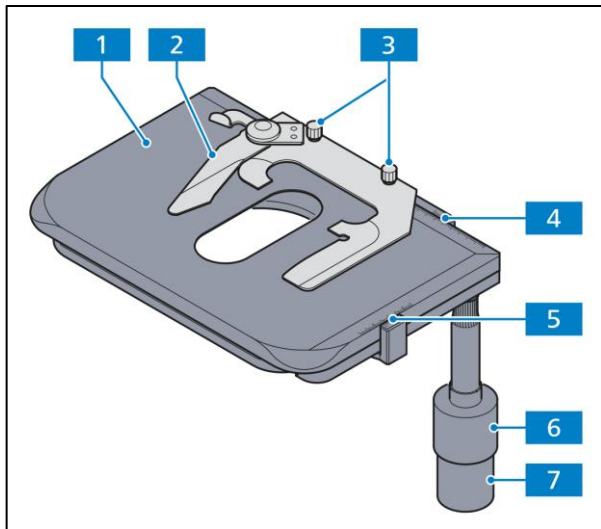

Abb. 2-12 Kreuztisch 75x30 R mit Objekthalter
- Kreuztisch (Abb. 2-12/1) ohne herauslaufende Zahnstange zur Aufnahme und Positionierung von Präparaten mit Objekthalter.
- Objekthalter (Abb. 2-12/2) für Einhandbedienung (austauschbar nach Lösen der beiden Rändelschrauben, Abb. 2-12/3).
- Koaxiale Rändelknöpfe für X- (Abb. 2-12/7) und Y-Verstellung (Abb. 2-12/6) auf der rechten Seite (Höhe und Friktion mit speziellem Werkzeug einstellbar).
- Ziffernskala mit Nonius für Anzeige des Verstellweges in X- (Abb. 2-12/4) und Y-Richtung (Abb. 2-12/5).